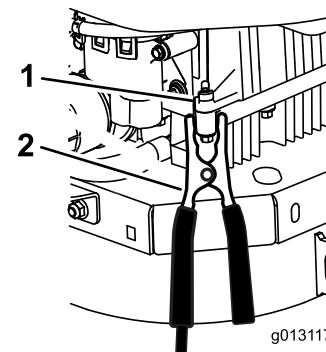

Figure 63
6. Faites la dernière connexion sur le bloc moteur de la machine en panne (pas à la borne négative de la batterie) loin de la batterie et reculez-vous (Figure 63).